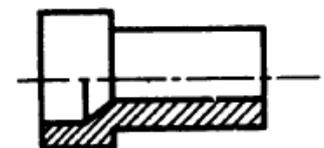

Figura 15
4.5.1 Los cuerpos o piezas simétricas y, especialmente, los de revolución, se podrán dibujar mitad en vista y mitad en corte (medio corte) como se indica en la figura 15; la separación entre corte y vista quedará determinada por el eje de simetría.